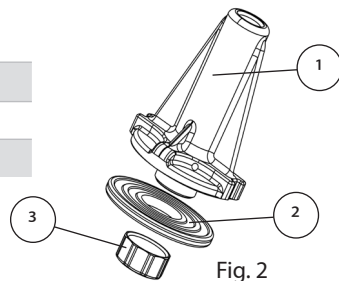

Fig. 2
1. Monter først sluse komplett (se fig. 2).
Sluse og slusepakning monteres sammen. Det er viktig at slusepakning blir lagt riktig vei med de tre rillene opp (se fig. 2).